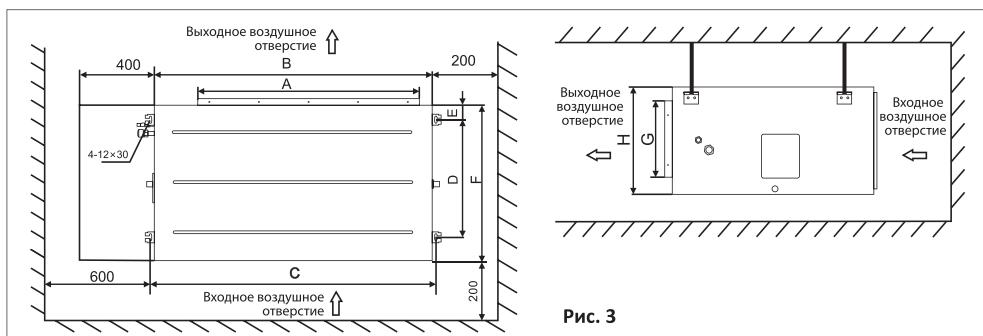

Рис. 3
- Интервал расположения анкерного болта при монтаже воздуховодов показан на рис. 3. Данные расшифровки рисунка в таблице 1.